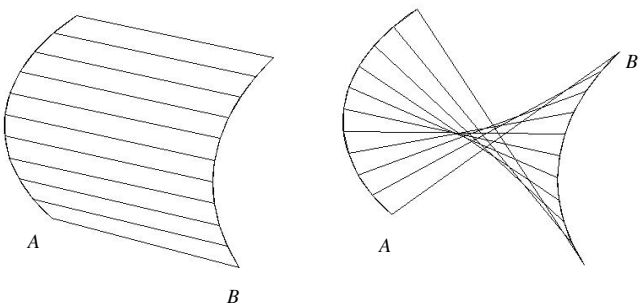

图 7-22 不同拾取点所生成的不同直纹曲面
(2) 若选择的曲线是未封闭的，直纹曲面将从离拾取点最近的曲线端点开始绘制。选择的拾取点不同，选择的拾取点位置不同，得到的曲面也不相同，如图 7-22 所示，A、B 两点分别为两曲线的拾取端点。